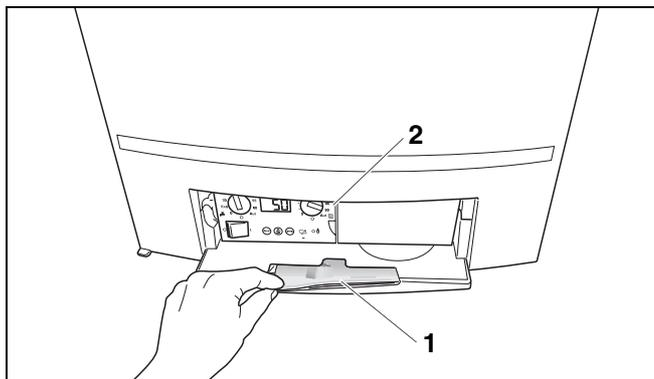

Fig. 55 BC10 e Istruzioni d'uso
Il regolatore di base BC10 si trova dietro il portello sul lato sinistro (fig. 55, **pos. 2**).
Sul retro del portello c'è un vano contenente le istruzioni per l'uso della caldaia (fig. 55, **pos. 1**).